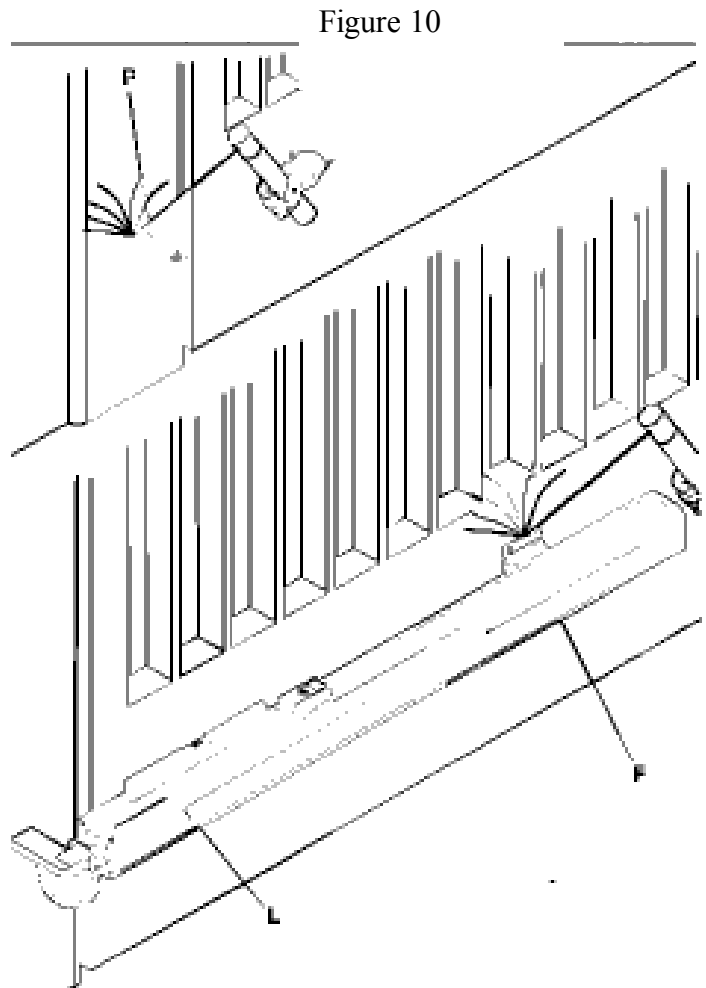

Figure 10
- 9) Maintenir le piston nivelé pour marquer la position de fixation de la fourche au portail. (Figure 10 réf "F"- voir page 11)
- 11) Fixer la fourche (fig. 10 réf. "F") au battant avec des vis ou par une soudure.
Souder ou fixer au battant la fourche “F” à l’entraxe C indiqué dans la figure 4.(voir page 8). Veiller à ce que le moteur soit parfaitement horizontal (niveau “L”, voir figure 10 page 11) par rapport au plan de mouvement du portail.